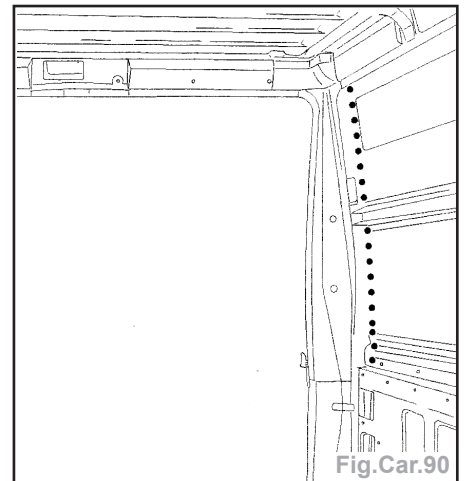

Fig.Car.90
- Souder par points bouchon MAG (Fig.Car.90).